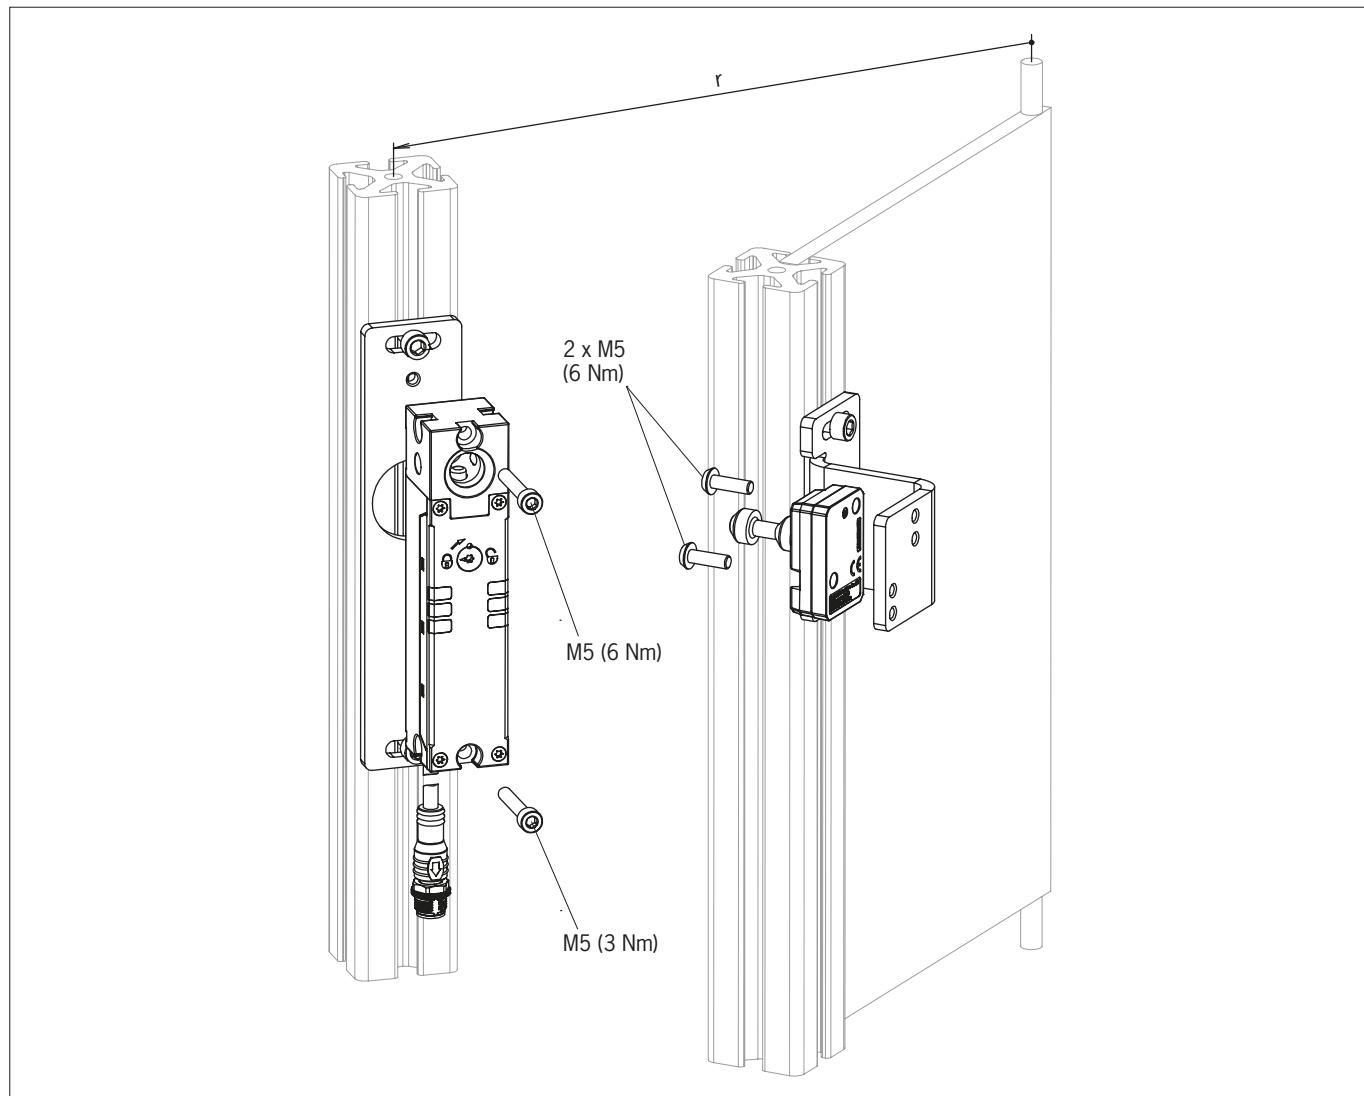

図3: 設置例
- ・スイッチとアクチュエーターの取り付けのための締付トルクを順守してください（図3を参照）。